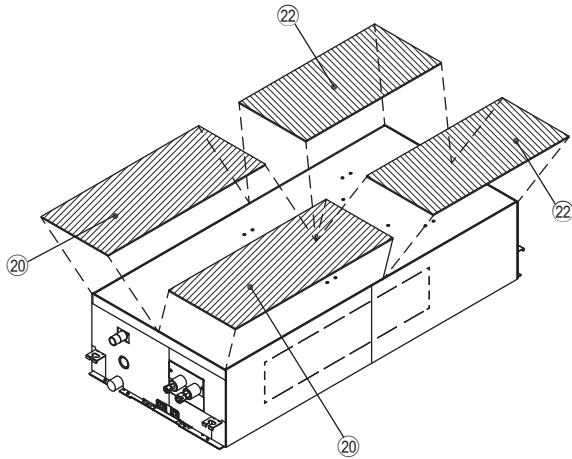
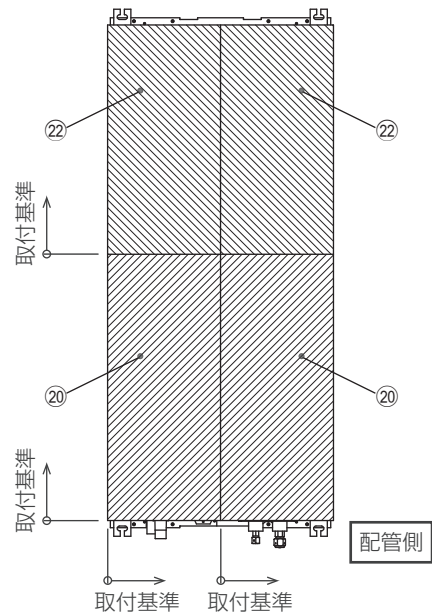

図 25
図 26
1. 室内ユニットの反配管面に断熱材 ⑳ を取付けます。(図 25、図 26)
2. 断熱材 ⑳ の端面に合わせ、すき間が出来ないように断熱材 ㉒ を取付けます。(図 25、図 26)